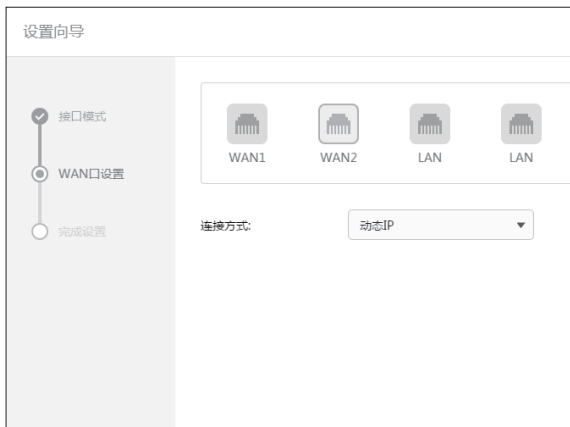

图4-5 上网方式--动态IP
2)如果上网方式为动态IP,即可以自动从网络服务商处获取IP地址,不需要填写任何内容,如图4-5所示。